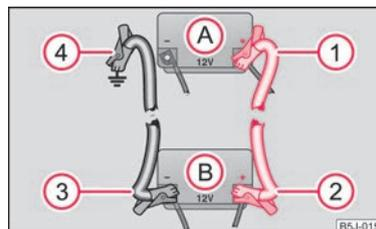

Fig. 110 Avviamento d'emergenza con la batteria di un altro veicolo: A - Batteria scarica, B - Batteria erogante corrente
- Collegare un'estremità del cavo ① al polo positivo ⇒ fig. 110 della batteria scarica **A**.
- Collegare l'altra estremità del cavo ② al polo positivo della batteria erogante corrente **B**.